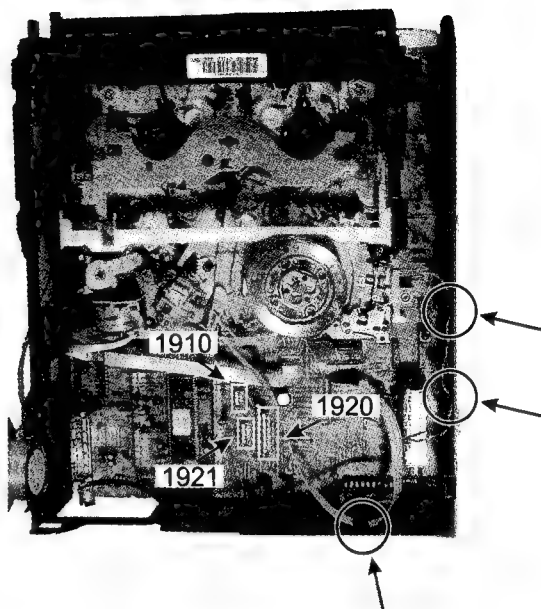

Abbildung 4-7
11. Kabel die in der Zarge geführt werden wie Löschkopfkabel und Kabel A/C-Head zum Motherboard aus den Führungen herausnehmen (siehe Abbildung 4-7).
12. Die Stecker 1910, 1920 und 1921 abstecken (siehe Abbildung 4-7)